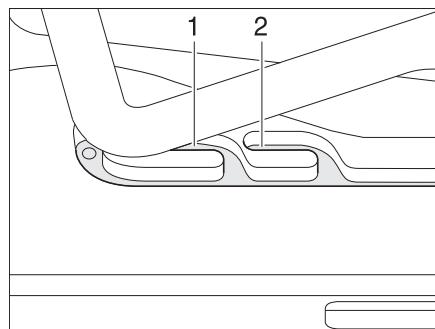
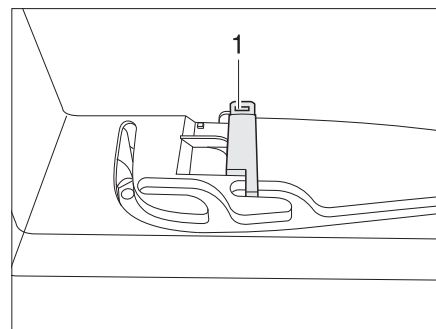

Fig. 85 Claraboya Heki en posición de ventilación
Fig. 86 Bloqueo de la posición de ventilación
La claraboya Heki se puede colocar en dos posiciones de ventilación: Posición de mal tiempo (Fig. 85,1) y posición mediana (Fig. 85,2). Según el modelo, la claraboya podrá ser bloqueada en la posición mediana con el pestillo (Fig. 86,1).
- Presionar el estribo ligeramente hacia arriba y empujarlo en la guía seleccionada (Fig. 85,1 ó 2) y, si fuera necesario, bloquearlo.